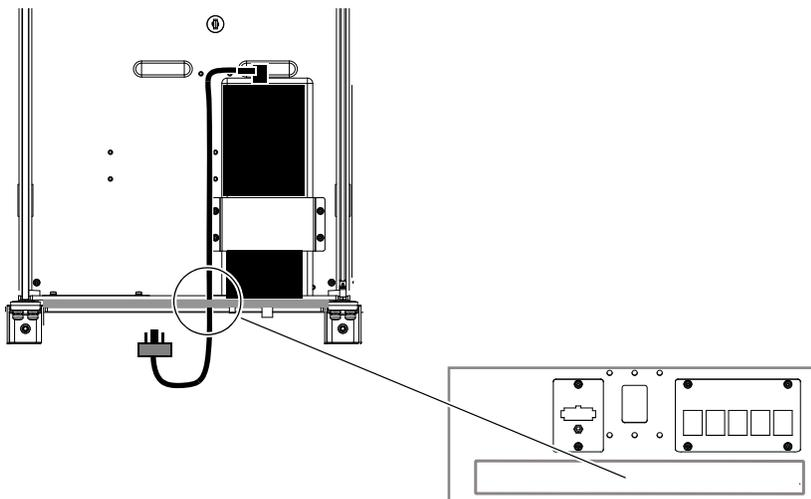

Figura 12. Terminal de cable de alimentación a través de la placa de unión posterior
- 1 Si aún no lo has hecho, pasa el cable de CC (DC) hacia fuera desde cada PSU a través de la abertura en la placa de unión posterior, como se muestra en Figura 12.